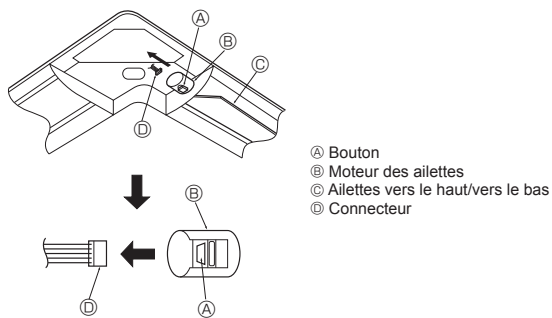

Fig. 9-11
9.7. Verrouillage du sens de la soufflerie d'air vers le haut/vers le bas (Fig. 9-11)